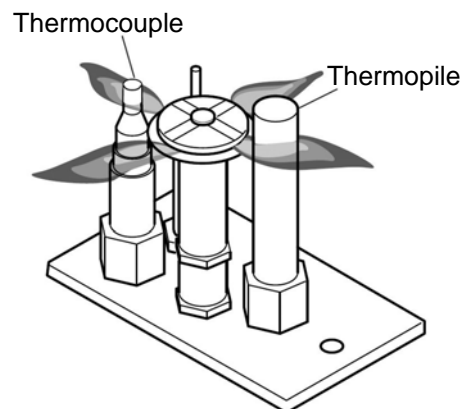

Figure 35 – Avant de démonter l'appareil, vérifier la flamme de la veilleuse. La flamme doit toucher le thermocouple et la thermopile.
1. Vérifier la flamme de la veilleuse. La flamme doit toucher environ $\frac{3}{8}$ po de la partie supérieure de la thermopile et toucher le haut du thermocouple. Voir Figure 35. Dans le cas contraire, contacter le vendeur pour une révision.